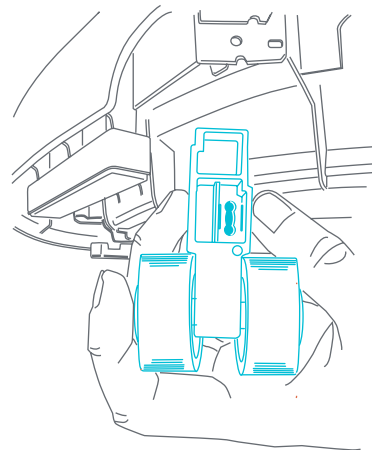

Fig. 16b
- Soltar la rueda de la carcasa (Fig. 16b). Repita para los otros lados.